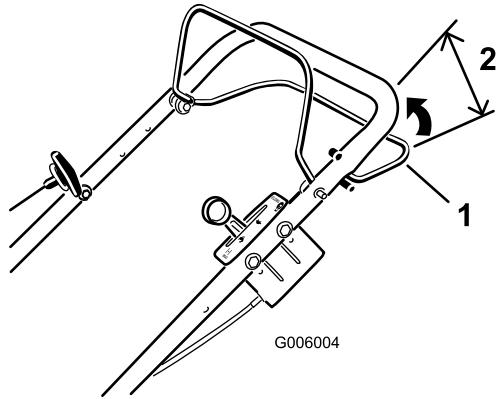
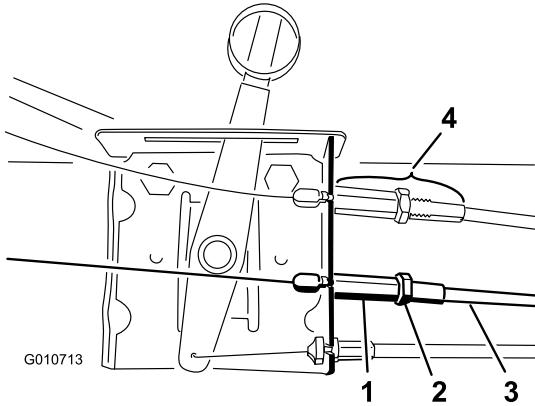

Bild 43
Bild 44
Wenn der Selbstantrieb des Rasenmähers nicht funktioniert oder der Rasenmäher vorwärts kriecht, wenn der Selbstantriebsbügel mehr als 60 mm ist, wenn Sie den Selbstantriebsbügel zum Griff drücken (Bild 43), stellen Sie den Selbstantrieb ein.
1. Lösen Sie die Klemmmutter (Bild 44).
2. Drehen Sie den Kabelmantel in die Kopfschraube, um den Abstand zwischen dem Bügel und dem Griff zu erhöhen (oder drehen Sie den Kabelmantel aus der Kopfschraube, um den Abstand zu verringern) (Bild 44), bis Sie den richtigen Abstand haben (Bild 43).